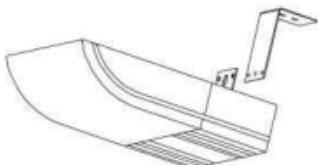

Рис. 4
4. Установите кронштейны на расстоянии друг от друга в соответствии с рисунком 1, закрепив их помощью цепи или крепежа. (Рис. 4).
5. Подвесьте обогреватель на кронштейны в соответствии с рис. 4, закрепив сначала один край, а потом другой. Убедитесь, что винты надежно затянуты.